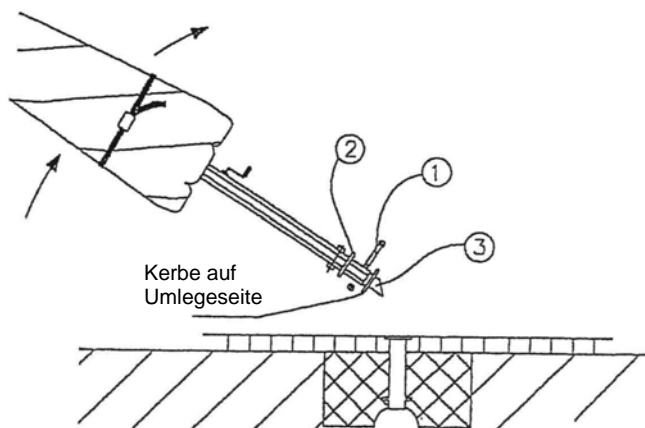
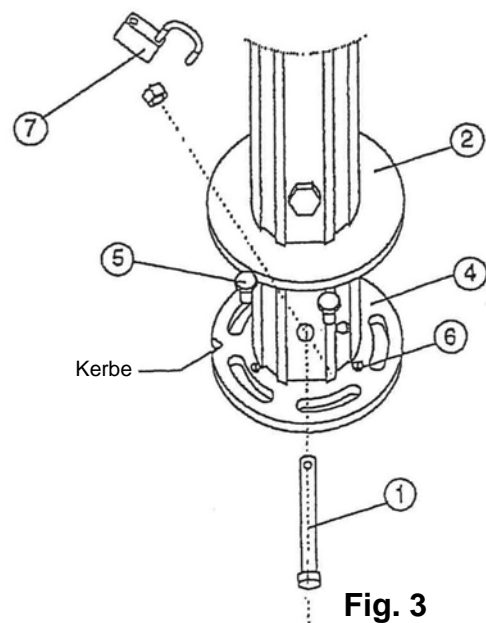

Fig. 2
Fig. 3
- Verbindungsbolzen (1) Mast/Standrohr entfernen (Fig. 2).
- Schirm etwa 30° schräg anheben und Standrohrkeil (3) in Bodenhülse anstellen.
- Schirm aufrichten, bis Standrohrhülle (4) auf Bodenhülse flach aufliegt (Fig. 3).
- Schirm senkrecht festhalten, Schrauben-Abdeckblech anheben und die 5 Verankerungsschrauben (5) einsetzen, noch nicht festziehen.
- Falls Schirm nicht schön senkrecht steht: Verankerungsschrauben (5) leicht lösen und mit Nivellierschrauben (6) justieren.
- Schrauben-Abdeckblech (2) auf Standrohrhülle absenken, Verbindungsbolzen (1) oberhalb Abdeckblech einsetzen, festziehen und gegebenenfalls abschliessen (7).